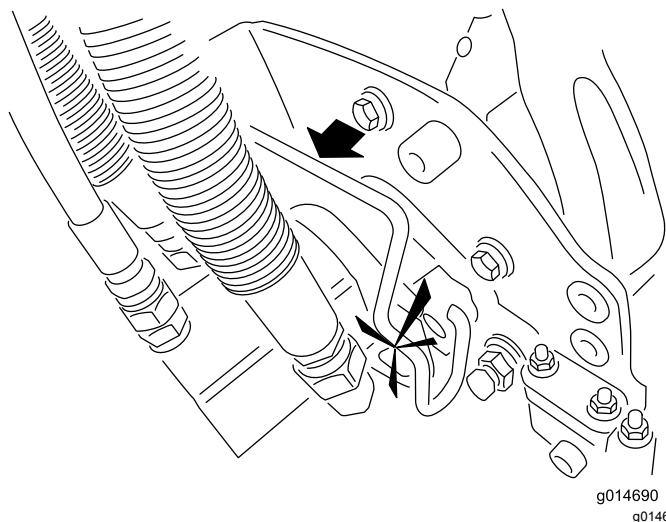

Figura 31
6. Insira o motor no lado esquerdo da unidade de corte (visto da posição do operador) e empurre a barra de retenção do motor na unidade de corte na direção do motor até ouvir um “clique” de ambos os lados do motor (Figura 31).